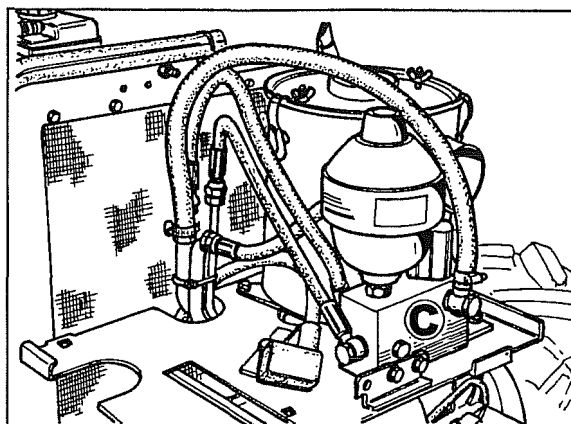

Fig. 6
4. (Para versión Max) Desconectar el grupo electroválvula proporcional C fig. 6 del soporte luego darlo vuelta detrás del radiador.